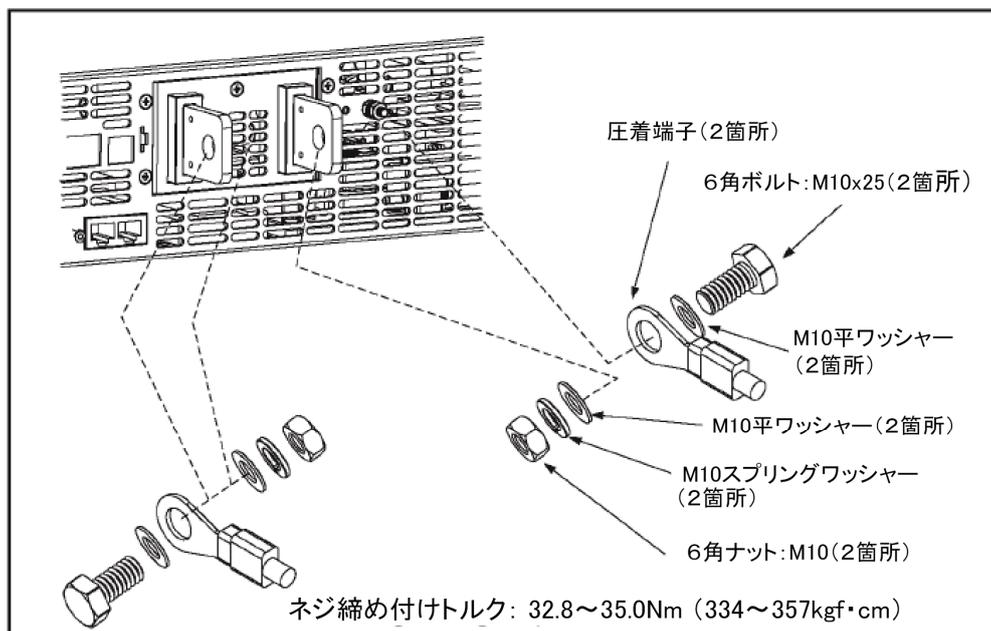

図 3-6 負荷線の接続方法 (8-100V 出力電圧モデル)
- ◆ 電源のバスバーに負荷線を接続する場合は図 3-6 を参照してください。